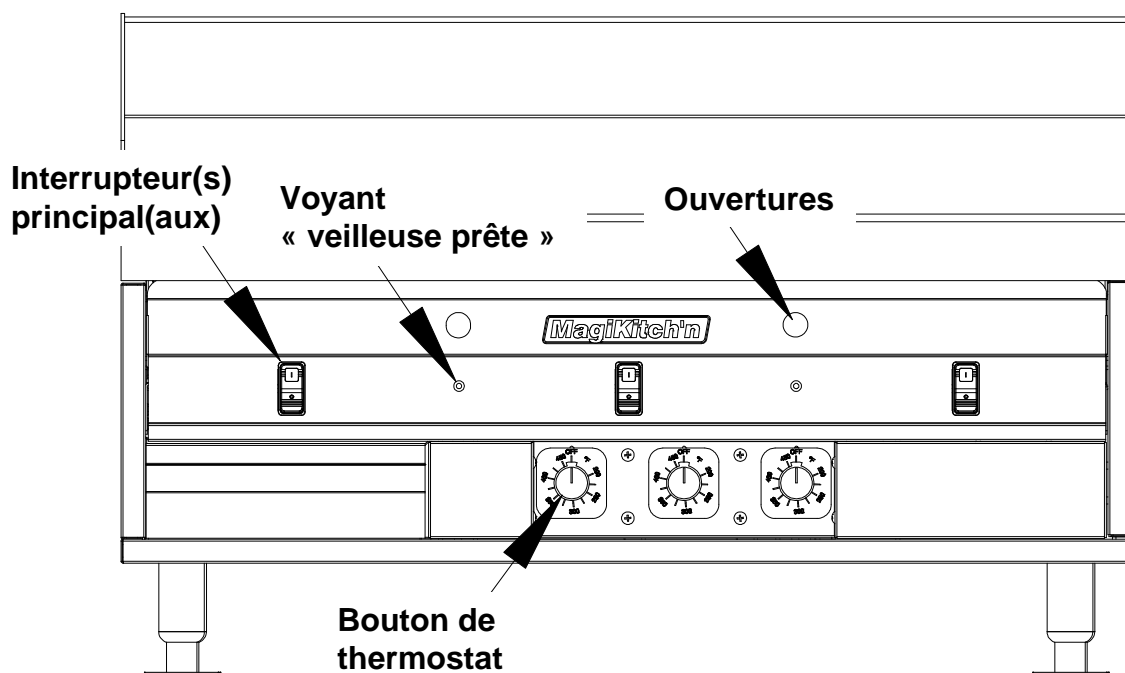

Figure 7
3. Mettre l'interrupteur **ROUGE** « **I/O** » sur la position « **I** » (marche) pour tous les thermostats qu'on désire utiliser (voir la Figure 7). Quand le voyant « veilleuse prête » (jaune) s'allume, la ou les veilleuses sont prêtes à faire fonctionner les brûleurs principaux.